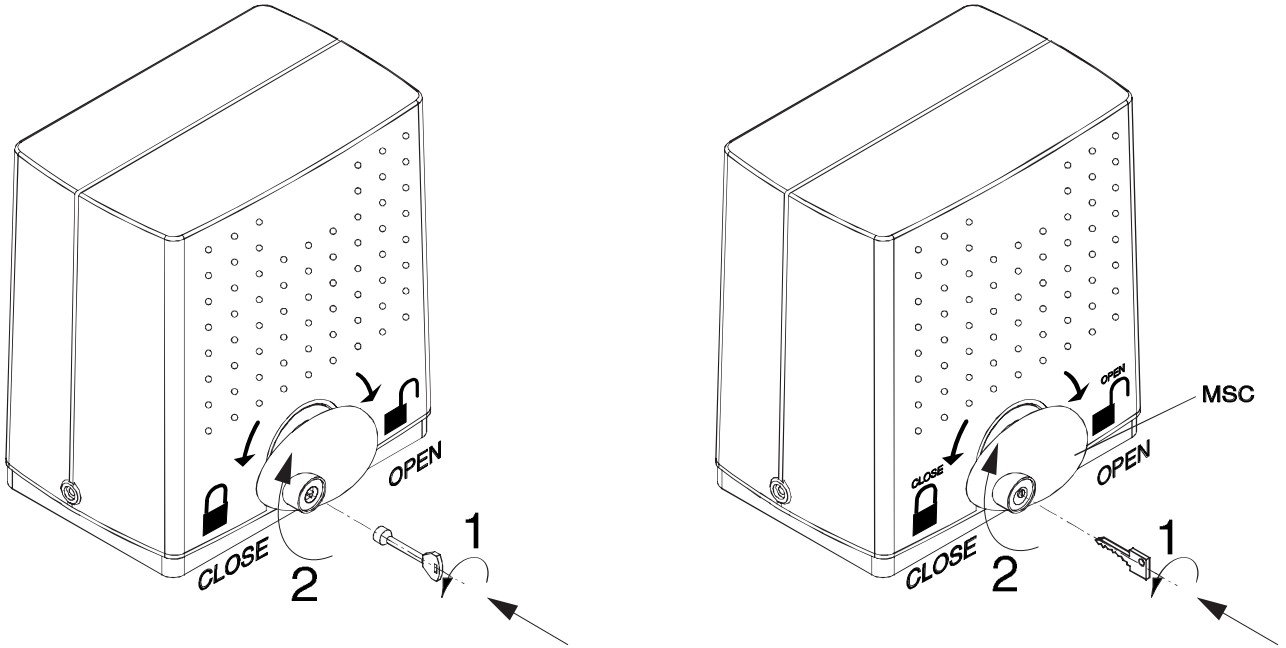

Fig. 19
- Insérer la poignée de déblocage dans le logement spécial (fig.19) et la tourner dans le sens des aiguilles d'une montre pour toute sa course. De cette façon, le pignon devient fou, ce qui permet l'ouverture manuelle du portail.